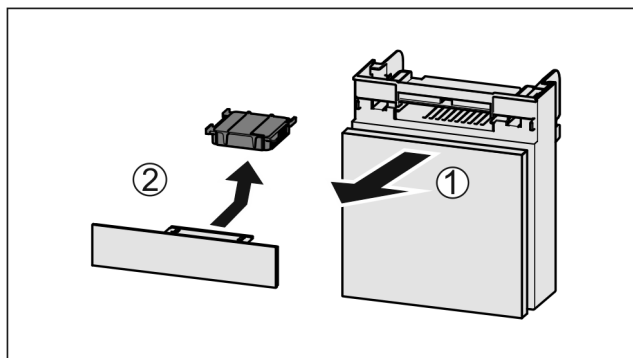

Fig. 175
- Pretinac izvucite Fig. 175 (1) prema naprijed.
- Izvadite filter s aktivnim ugljenom Fig. 175 (2).